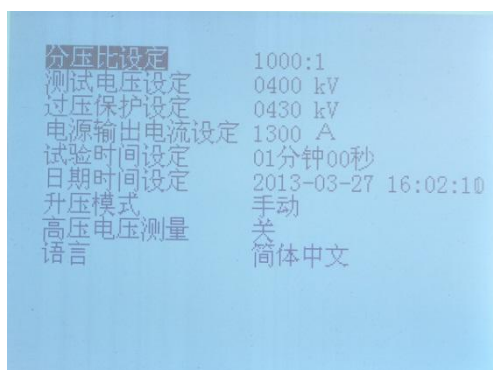

图 27 变频电源装置设定自动升压菜单
8.2.1 在启动系统前，按【菜单】按钮进入【系统设置界面】选项（见图 27），将【升压模式】改为【自动】，然后退出菜单。对于试验电压比较低的试验（例如 10kV 电缆进行交流耐压试验），测试电压低，建议不要采用自动升压。